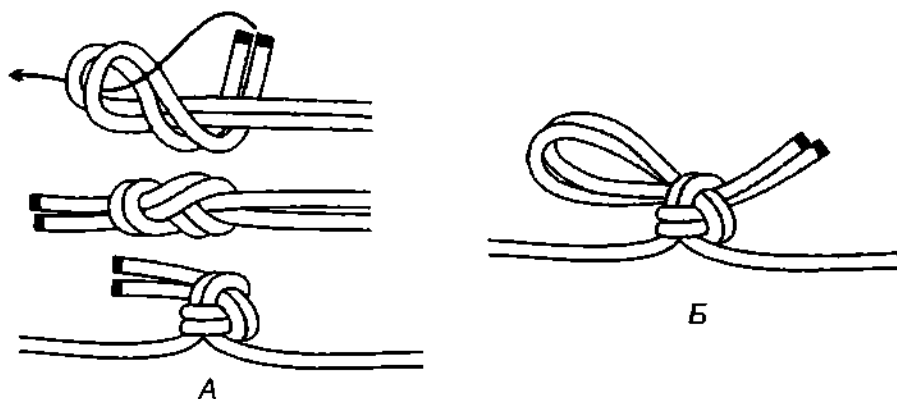

Рис. 752. А – восьмёрочный узел; Б – быстроразвязывающийся восьмёрочный узел.
**Восьмёрочный узел** применяется для постоянного связывания двух концов, если нагрузка на верёвку приходится не очень большая или средняя (рис. 752). Свойства узла почти такие же, как и у **жилкового узла**. **Восьмёрочный узел** громоздкий и тугой, он деформирует и ослабляет волокна верёвки, снижая тем самым срок её службы.